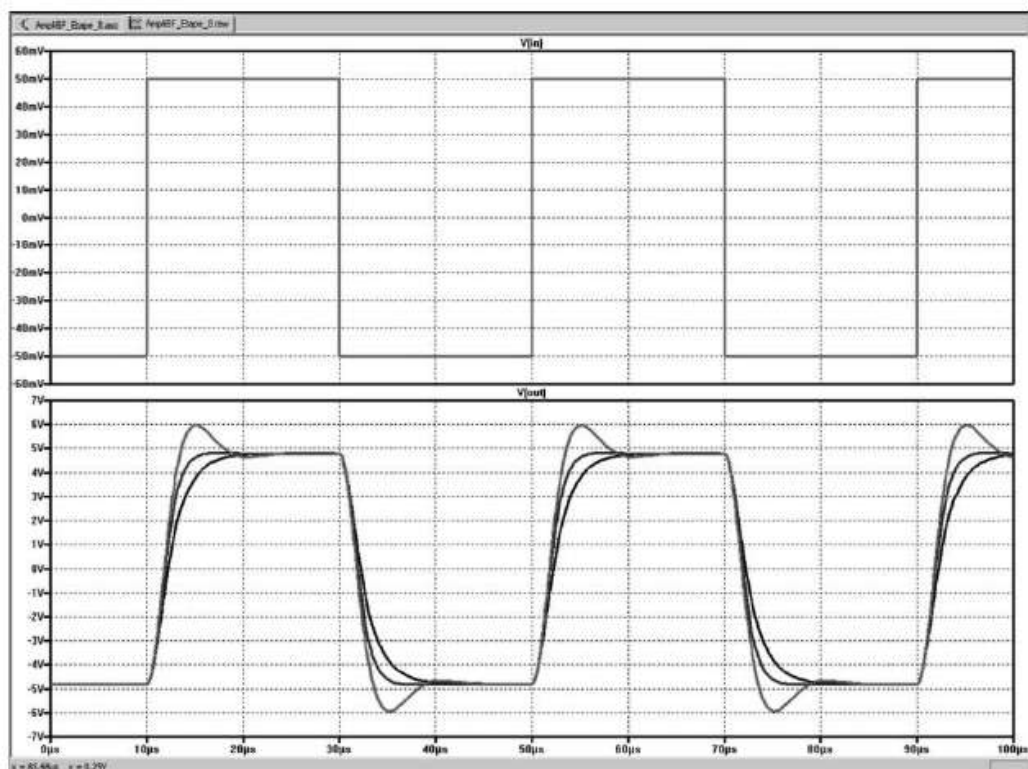

Figure 19.23
3. Nous modifions le signal de la source **V2** avec la commande **PWL** pour avoir un signal carré de **40 μs** de période dont le temps de montées est 1 ns et l'excursion de l'amplitude de $\pm 5V$: **PWL(0 -0.05v 10u -0.05v 10.001u 0.05v 30u 0.05v 30.001u -0.05v 50u -0.05v 50.001u 0.05v 70u 0.05v 70.001u -0.05v 90u -0.05v 90.001u 0.05v)**. Il devient ainsi facile de choisir la correction la mieux adaptée à notre besoin, figure 19.23.